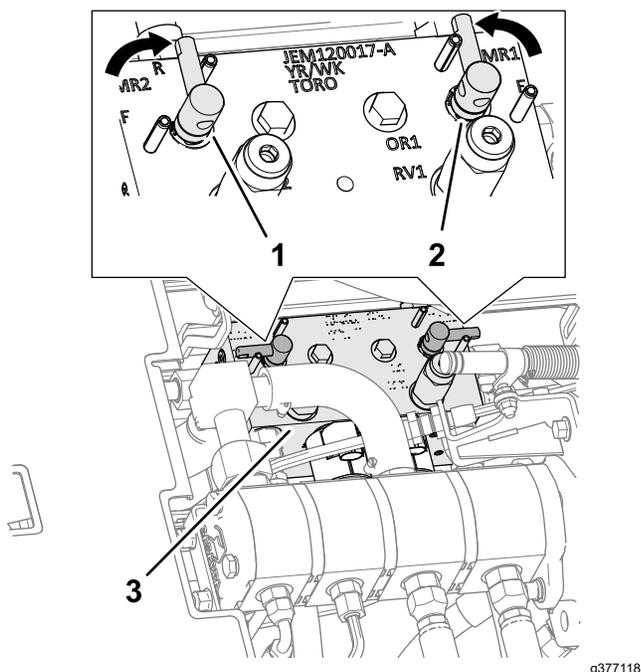

Рисунок 117
4. Разблокируйте и поднимите сиденье для доступа к коллектору газонокосилки (Рисунок 117).
5. Установите рычаги заточки обратным вращением в положение R (заточка) (Рисунок 117).